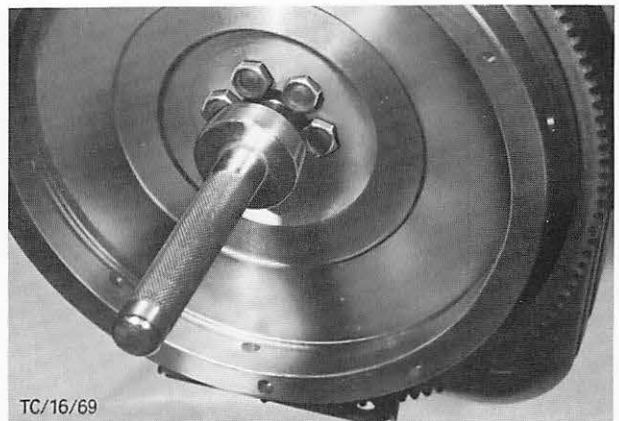

Abb. 122 Führungslager mit Spezialwerkzeug G3-7600-B einbauen (C-Motor)
3. Neues Führungslager mit Spezialwerkzeug G3-7600-B in den Kurbelwellenflansch eintreiben. Abb. 122.